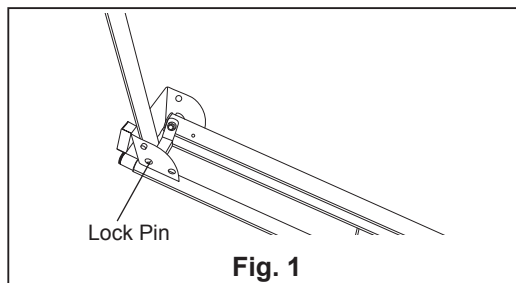

Fig. 1
1. Coloque o suporte no chão com a superfície do mesmo virada para baixo e as pernas para cima. Pressione a cavilha de bloqueio da perna e vire a perna para cima até que a clavilha de bloqueio encaixe na sua posição. (Ver Fig. 1)